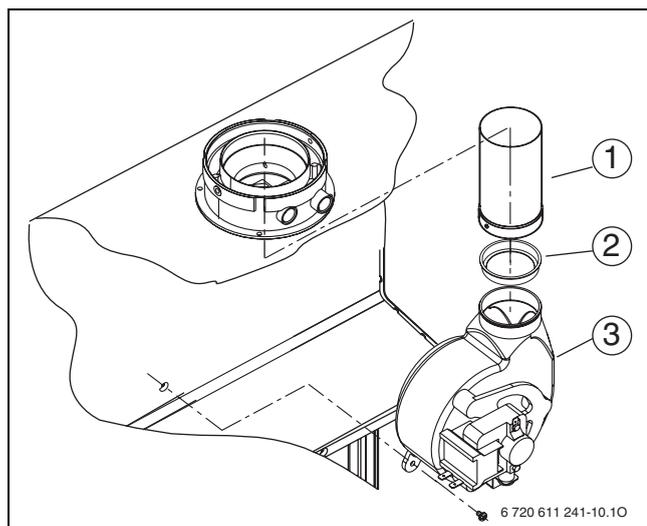

Fig. 16 Desmontaje del ventilador
- ▶ Colocar un anillo estrangulador adecuado (→ fig. 16).